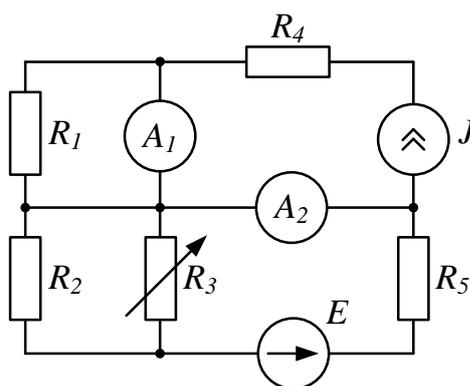

Рис. 1
1. Проанализировать влияние резистора  $R_3$  на токи ветвей схемы (рис. 1).